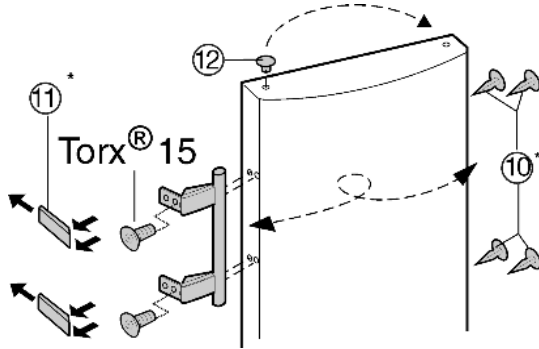

Fig. 7
- ▶ Az ajtó csapágyperselyéből emelje ki és helyezze át a tömítéseket Fig. 7 (12).
- ▶ Szerelje le az ajtó fogantyúját, a tömítéseket Fig. 7 (10) és a nyomólemezeket Fig. 7 (11), és helyezze át az ellenkező oldalra.